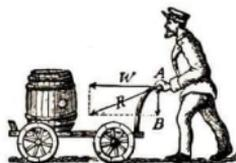

Abb. 70
6. Wirkt die bewegende Kraft schief gegen die Bahn (Abb. 70), so zerlegt man sie in eine Bewegungskomponente (parallel zur Bahn) und in eine Druckkomponente (senkrecht zur Bahn). Bei Leistung der Arbeit kommt nur die erstere in Betracht.